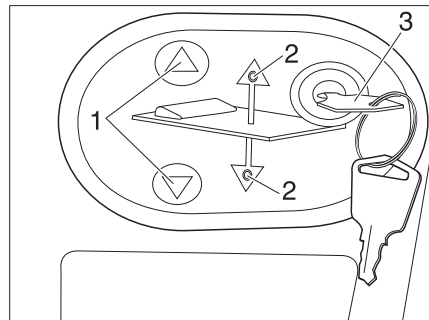

Fig. 170 Panel de mando de la cama elevada eléctrica
- Introducir la llave (Fig. 170, 3) en el panel de mando (Fig. 170, 2).
- Pulsar y mantener pulsada la tecla  o  (Fig. 170, 1). El LED correspondiente (Fig. 170, 2) se enciende y la cama elevada se baja o se levanta.
- Cuando se alcanza la posición deseada, soltar la tecla  o  (Fig. 170, 1). El LED correspondiente (Fig. 170, 2) se apaga.
- Extraer la llave (Fig. 170, 3).